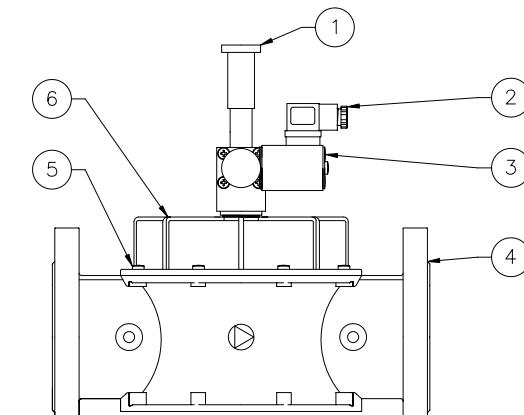

Fig. 4 Componenti elettrovalvola 500 mbar e 6 bar con attacchi DN 65 .. DN 150
- Avec attaches DN 65 .. DN 150 (Fig. 4)
- Con attacchi DN 65 .. DN 150 (Fig. 4) tirare verso l'alto la manopola di riammo (1)\*
- With DN 65 .. DN 150 connections (Fig. 4) pull up the reset handgrip (1)\*